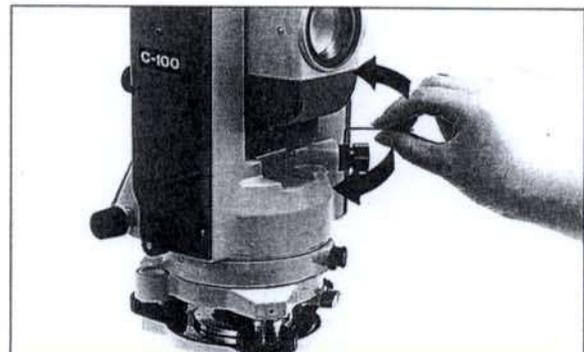

图 .35-4
1. 用仪器附带的六角改锥, 转动调整螺丝使 "X" 标志中心与 P 点重合, 如图 35-3 及图 35-4。P 点为 "X" 标志中心与十字丝标志的中心连线的中点。
2. 按 (1) 过程 3 至 5 步骤重复校正。